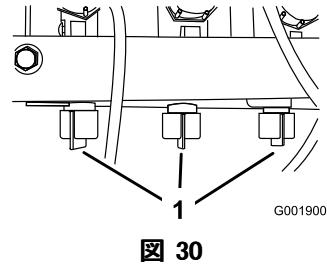

図 30
- OFF にしたブームのバルブの下についているバイパス・バルブ（図 30）を使って、上記手順9で設定した水圧と同じ水圧に調整する。